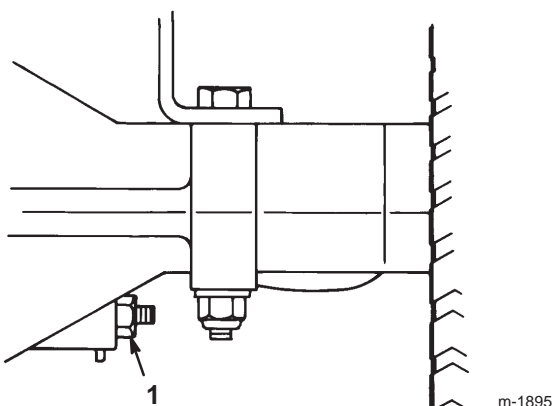

Bild 19
Die Bremse befindet sich an der rechten Seite der Hinterachse im Hinterreifen (Bild 19). Wenn die Feststellbremse den Traktor nicht sicher hält oder ausreichend anhält, muss diese eingestellt werden.
2. Drehen Sie zum Erhöhen des Bremswiderstands die Bremseneinstellmutter (Bild 19) 1/8 Umdrehung im Uhrzeigersinn.